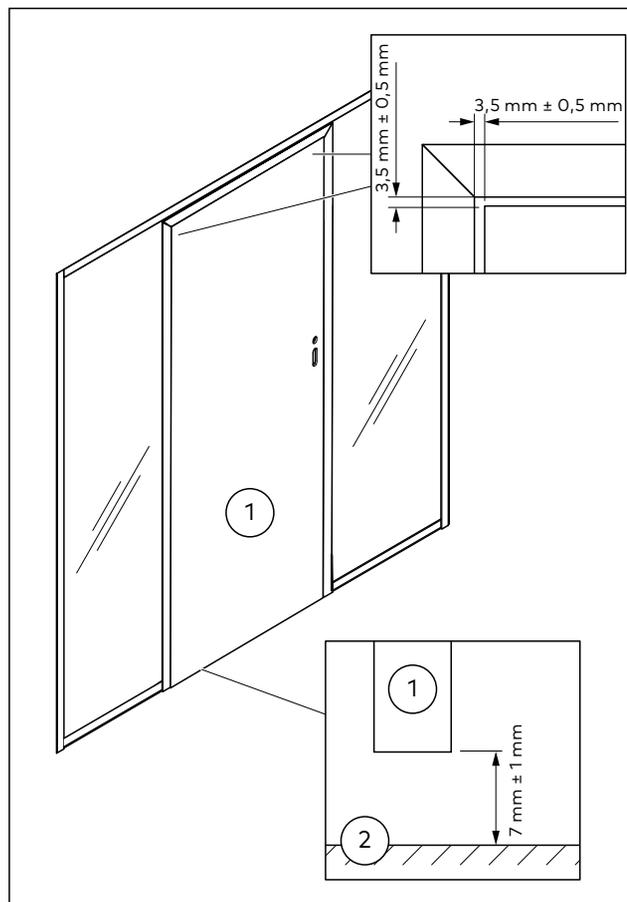

Abb. 16 Abstandsmaße im Zargensystem
- Zwischen Holztür und Zarge auf beiden Seiten $3,5 \text{ mm} \pm 0,5 \text{ mm}$ (Abb. 16)
- Zwischen Holztür und Oberkante Fertigfußboden (OKFF) $7 \text{ mm} \pm 1 \text{ mm}$ (Abb. 16)